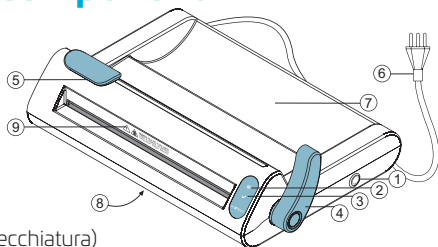

Fig. 1
- La Sigillatrice funziona sia a 127V che a 220V come indicato sull'etichetta di identificazione posta sulla parte posteriore dell'apparecchiatura (Fig.1).
- 1 Collegate la sigillatrice e premere il pulsante On/Off fino al suono del bip per accendere l'apparecchiatura, udirete 3 beep e l'indicatore **III** lampeggerà indicando l'avvio della fase di riscaldamento. Quando viene raggiunta la temperatura per la sigillatura (circa tre minuti con la leva sollevata (Fig.1), udirete 2 beep e l'indicatore **III** rimarrà acceso, indicando che la sigillatrice è pronta per essere utilizzata.
- 2 Inserite l'estremità della busta di sterilizzazione nell'apposita entrata, sempre con la parte di carta rivolta verso il basso e quella di plastica rivolta verso l'alto, tirate dall'altro lato e posizionate il rotolo nell'apposito porta rotolo (Fig.1). Tirate fino a raggiungere la lunghezza desiderata della busta.